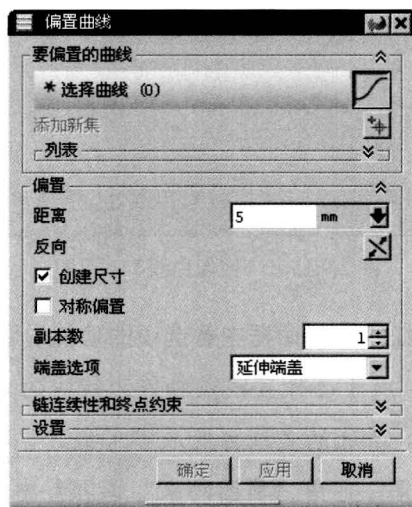

图 2.9.17 “偏置曲线”对话框
Step 3 选择命令。选择下拉菜单 **插入(I) → 来自曲线集的曲线(F) → 偏置曲线(O)** 命令，系统弹出图 2.9.17 所示的“偏置曲线”对话框。